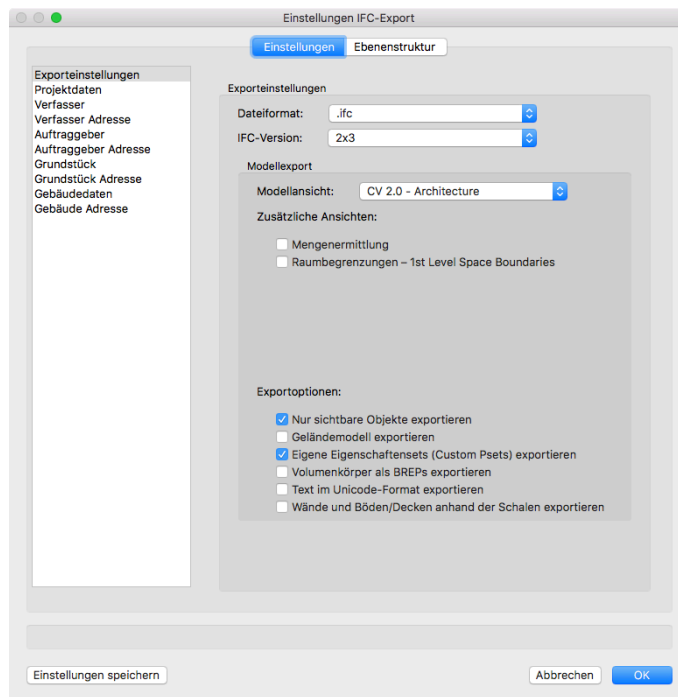

BILD 25
1. Wählen Sie **Datei** → **Export** → **Export IFC-Projekt**. Das Dialogfenster „Einstellungen IFC-Export“ öffnet sich (BILD 25). Im Reiter „Einstellungen“ finden Sie diverse Einstellungen für den Export sowie allgemeine Informationen zum Projekt, Verfasser, Grundstück usw. Einige dieser Felder werden aufgrund der bestehenden Projektinformationen in Vectorworks automatisch ausgefüllt.